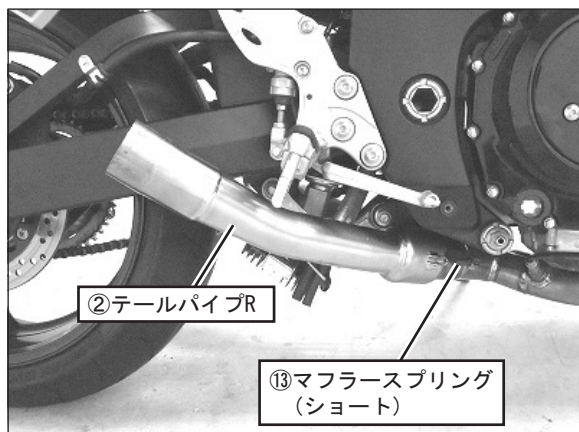

FIG. 9
7. ①エキゾーストパイプ Assyに②テールパイプR、③テールパイプLをそれぞれ差し込み、⑬マフラスpring(ショート)をspring取付工具を使用して取り付けて下さい。(FIG. 9. 10参照)